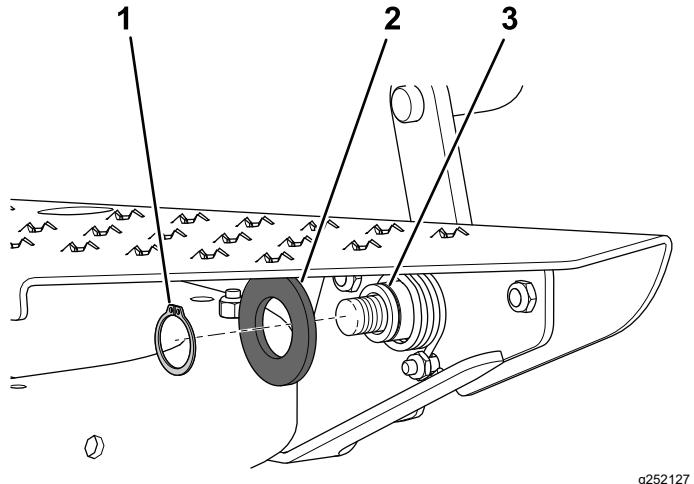

Рисунок 8
7. Прикрепите торсионную пружину к плите с втулками с помощью плоской шайбы ($1\frac{1}{8}$ x 2 дюйма) и стопорного кольца (**Рисунок 8**).